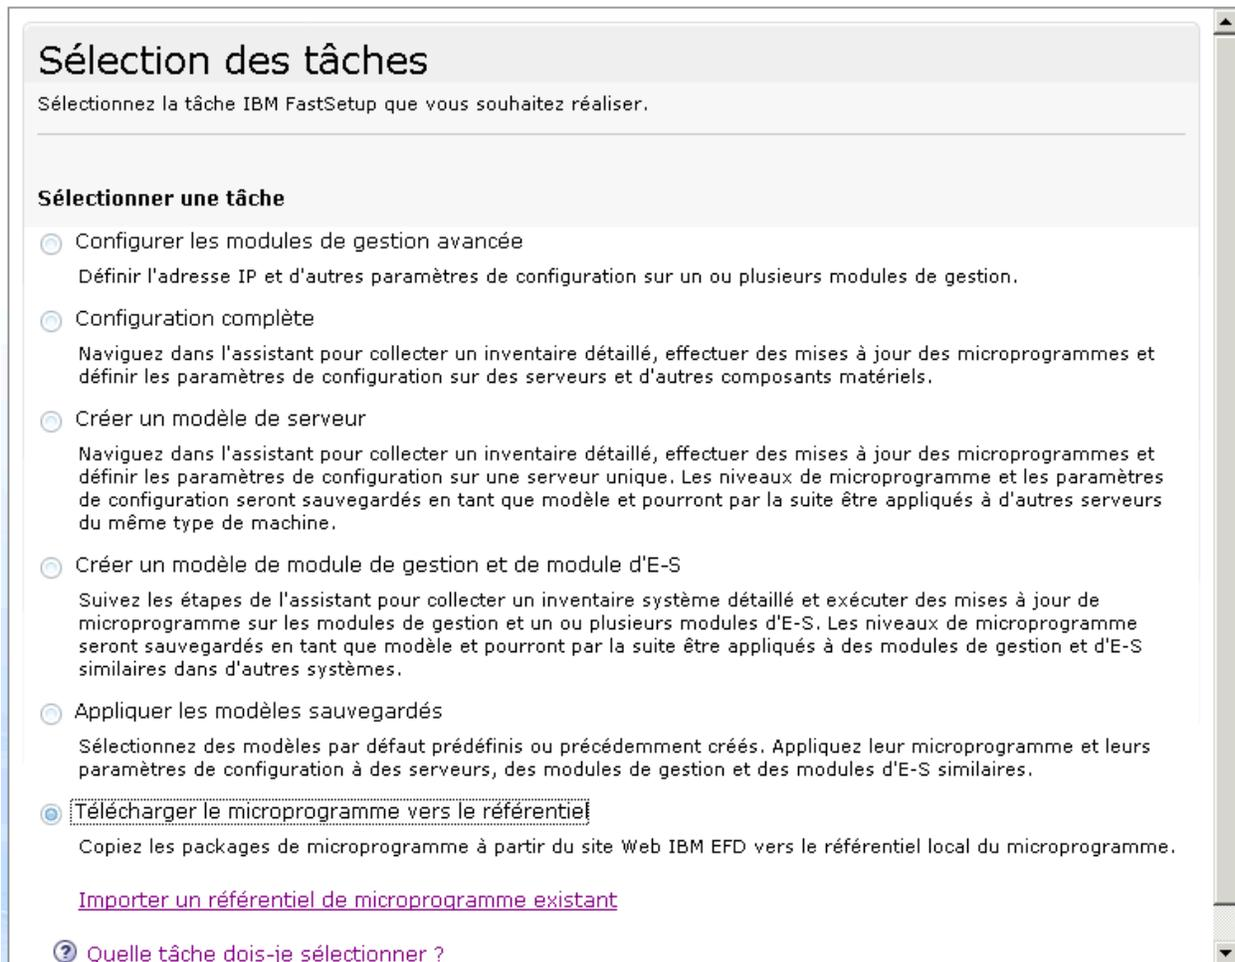

Figure 15 : Ecran Sélection des tâches
1. Sélectionnez **Télécharger le microprogramme vers le référentiel** dans l'écran Sélection des tâches. Voir Figure 15 ci-dessous.